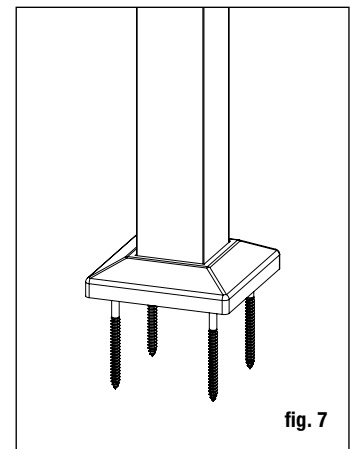

fig. 7
Étape 5 Terminez en glissant une garniture de base de poteau sur chaque poteau pour un aspect fini. (fig. 7)